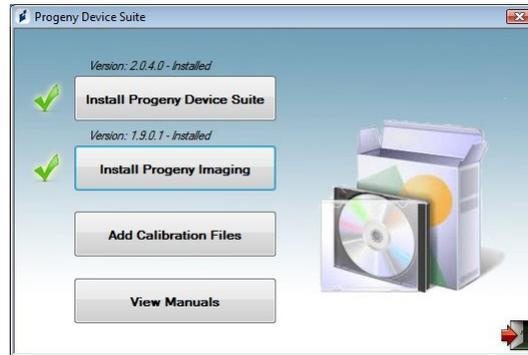

Figura 7: Progeny Device Suite y Progeny Imaging están instalados
- Cuando Progeny Device Suite y Progeny Imaging estén instalados, aparecerán sendas marcas de verificación verdes al lado de los botones 'Install Progeny Device Suite' e 'Install Progeny Imaging' (Figura 7).